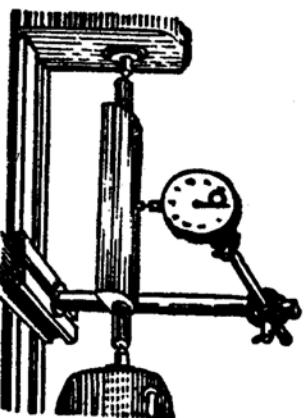

FIG. 210
- 3.º) A excen-tridade será igual à metade do máximo desvio acusado pelo indicador. (Veja fig. 210)